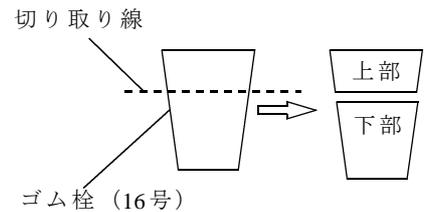

図2 ゴム栓（16号）の加工
- 2 コルクボーラーでゴム栓（16号）に直径10mm程度の穴をあけ，上から1cm程度の所をカッターで切り離し，上部と下部に分ける（図2）。